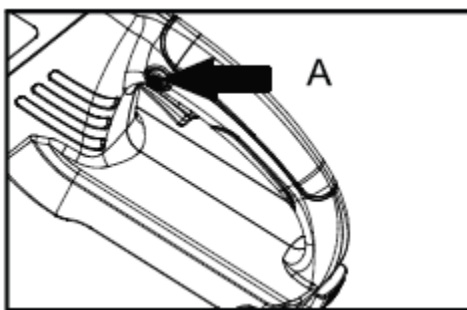

Fig. 6C
3. Con il pollice destro, premere il pulsante di blocco di sicurezza (A) mentre si preme il grilletto. Per fermare la sega, rilasciare il grilletto (Fig. 6C).